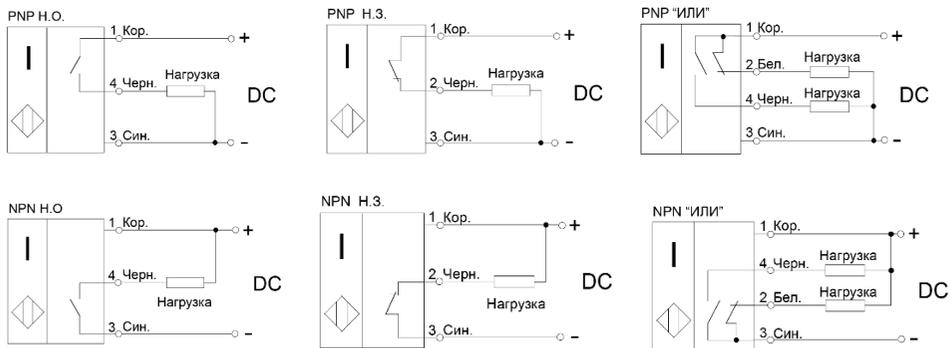

Рисунок 1 - Варианты схем подключения выключателей
- 3.3 Выключатели включаются в электрическую цепь по 3-х или 4-х проводной схеме (Рис.1). Соответствие выводов и схема подключения указаны в маркировке выключателя.